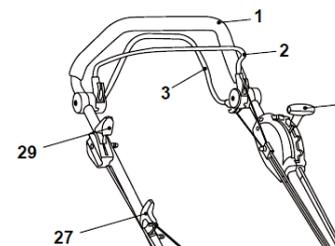

Fig. 26
3. Déplacer le levier d'accélération (29) en position . (Fig. 26, étape 2).
4. Tirer la barre de freinage (2) contre la poignée (1) et la maintenir dans cette position avec une main (Fig. 26, étape 3).
5. Tirer doucement la poignée du lanceur (27) jusqu'à ce qu'une résistance se fasse sentir, puis la tirer rapidement. Répéter cette opération jusqu'à ce que le moteur démarre (Fig. 26, étape 4).
6. Déplacer le levier d'accélération vers  pour une coupe optimale. (Fig. 26, étape 5).
7. Pour commencer à tondre, maintenir la barre de freinage (2) à deux mains et tirer la barre d'entraînement (3) vers la poignée (1) (Fig. 26, étape 6). Le produit avance et commence à tondre.
2. Relâcher la barre de freinage (2) pour arrêter le moteur et la lame (Fig. 26).